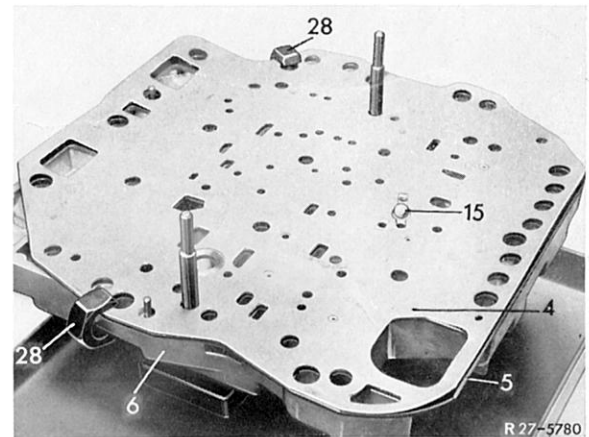

Bild 27-8/9
16 Kugel mit 5,5 mm Ø (15) und Kugel 5,5 mm Ø (16) auf das Zwischenblech (5) legen (Bild 27-8/8). Bei der geänderten Ausführung des Schaltschiebergehäuses wird nur noch 1 Kugel mit 5,5 mm Ø (15) auf das Zwischenblech (5) gelegt (Bild 27-8/9).